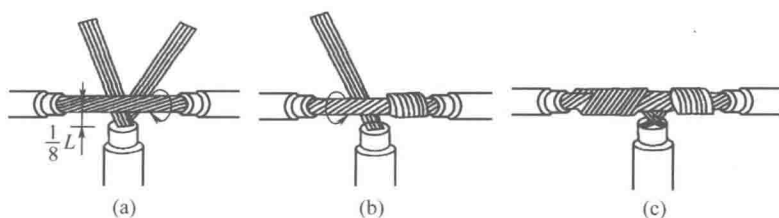

图 1-18 7 芯铜线的 T 字形连接
(1) 把分支芯线散开钳平,将距离绝缘层 $1/8$ 处的芯线绞紧,再把支路线头 $7/8$ 的芯线分成 4 根和 3 根两组,并排齐;然后用螺钉旋具把干线的芯线撬开分为两组,把支线中 4 根芯线的一组插入干线两组芯线之间,把支线中另外 3 根芯线放在干线芯线的前面,如图 1-18(a)所示。
(2) 把 3 根芯线的一组在干线右边紧密缠绕 3~4 圈, 钳平线端; 再把 4 根芯线的一组按相反方向在干线左边紧密缠绕, 如图 1-18(b) 所示。缠绕 4~5 圈后, 钳平线端, 如图 1-18(c) 所示。